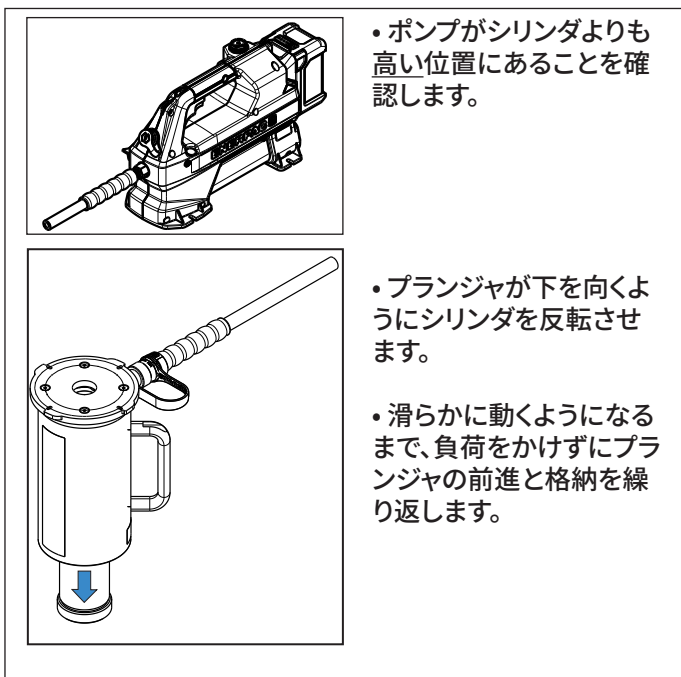

図5: エア抜き
2. ポンプを始動し、前進の限界から完全な格納の位置まで数回シリンダを動かしてください。この操作は、シリンダプランジャが下を向いた状態で、ポンプをシリンダまたは工具よりも高い位置に行ってください。図5を参照してください。